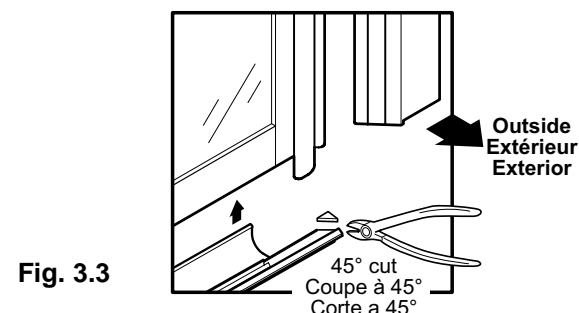

Fig. 3.3
- Insert the drainage bar (B) at the bottom of the door (H) and by pressing on the inside part of the doorknob. Then cut the end of the bar at a 45°. (Fig. 3.3)
- Insérez la barre d'égouttement (B) dans le bas de la porte (H) et en l'appuyant à l'intérieur de la poignée. Ensuite, coupez le bout de la barre à 45°. (Fig. 3.3)
- Inserte la barra de escurrimiento (B) en la parte inferior de la puerta (H) y presionando en el interior de la manecilla de la puerta. Luego, corte el extremo de la barra a 45°. (Fig. 3.3)